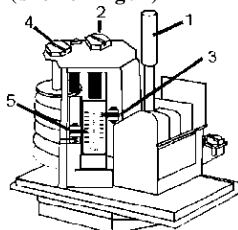

Fig.2:
### Einstellung: (siehe Fig.2)
- Ausführung mit manueller Rückstellung (FF 4-...DRH oder DDH): Druckabfall unter oberen oder Druckanstieg über unteren Schaltpunkt und Betätigung des Rückstellknopfes 1 (Fig. 2).